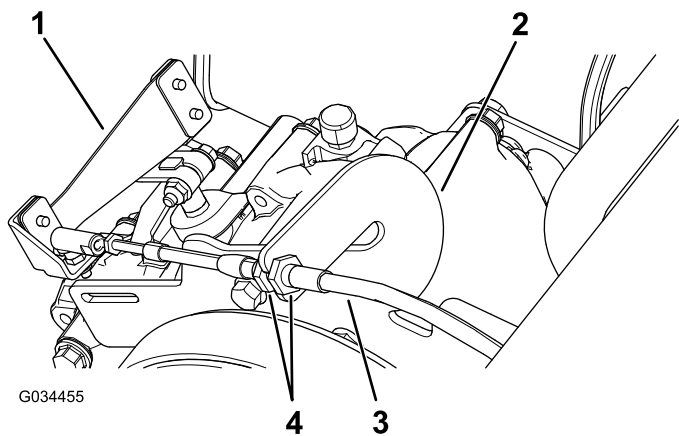

Figura 60
- Desaperte as porcas de retenção do cabo das mudanças e ajuste-as como necessário (Figura 60).
2. Teste a posição das mudanças rodando o seletor de mudanças para três posições diferentes e verifique se a alavanca de mudanças (Figura 60) muda apropriadamente quando muda de mudança; consulte Alavanca de mudanças e indicador de mudanças (página 12).